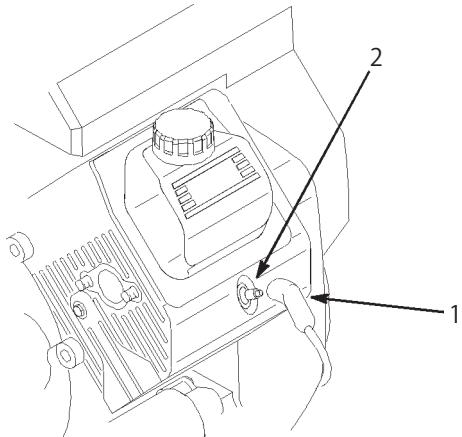

図57
3. 点火コード(図57)を抜き取る。
3. 点火コード(図57)を取り付ける。
| 3. バッテリー押さえと付属の金具類を外す(図57)。 | |